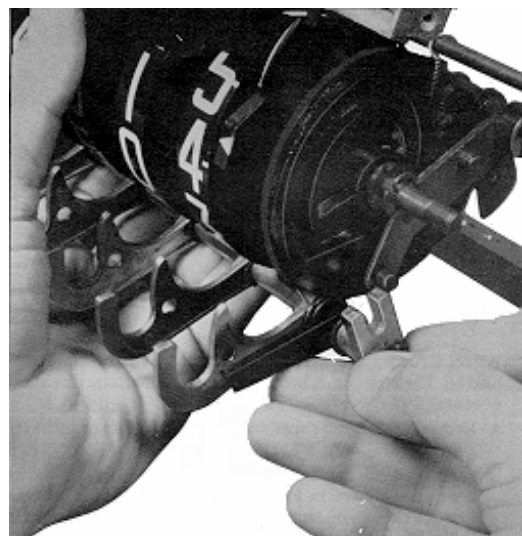

Figure 8. Démontage ensemble doigt de remise à zéro
b. Dégager les doigts de remise à zéro et le cliquet anti-recul des tambours. Voir figure 8. Oter l'ensemble. Voir paragraphe C, 2 pour le remplacement des pièces.